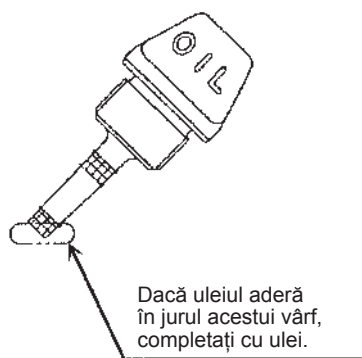
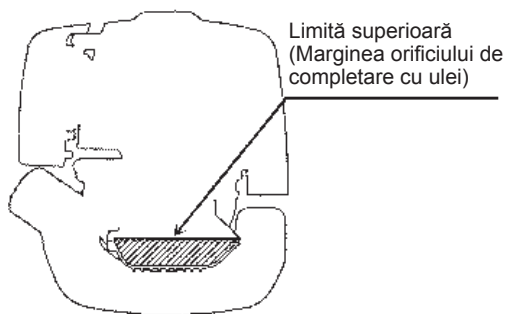

Fig. 1
Fig. 2
- În timp ce mențineți motorul drept, scoateți joja de ulei și verificați că uleiul se află între marcasele de limită superioară și inferioară. Când uleiul este atât de puțin încât joja de ulei atinge uleiul doar cu vârful, în special când joja de ulei rămâne introdusă în carter fără a fi înșurubată (Fig. 1), completați cu ulei nou până aproape de orificiu (Fig. 2).
(1) Țineți motorul drept, și scoateți joja de ulei.
(2) Completați cu ulei până la marginea orificiului de completare cu ulei. (Consultați Fig. 2 din pagina anterioară).